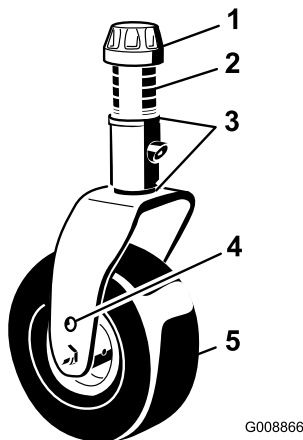

Bild 28
3. Entfernen Sie die Spannkappe von der Lauftradspindelwelle (Bild 28) und schieben Sie die Lauftradwelle aus dem Lauftradarm heraus. Legen